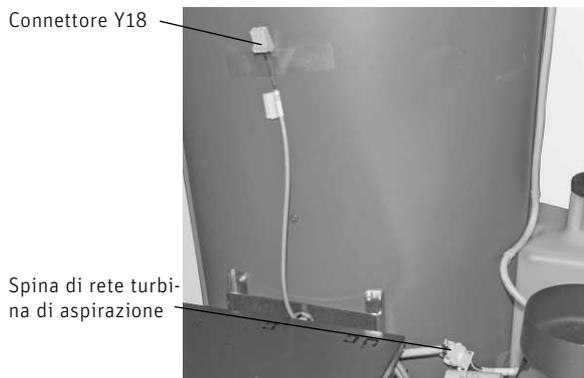

Fig. 47 Inserire la spina di rete della turbina di aspirazione
- inserire la spina di rete della turbina di aspirazione – Fig. 47.